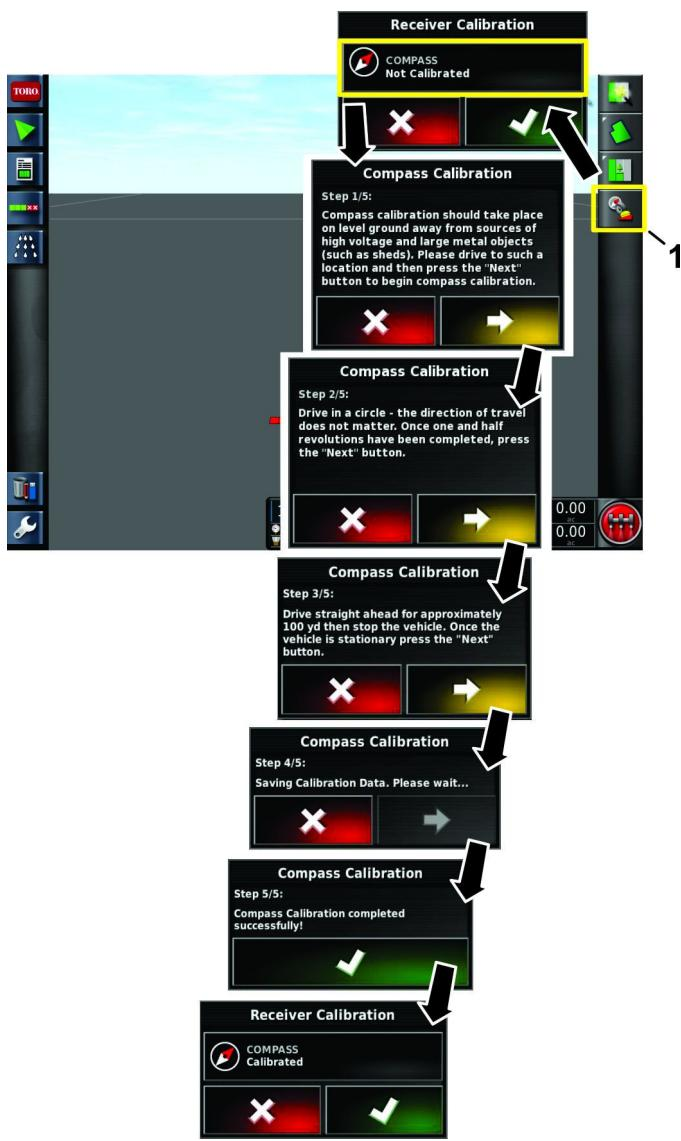

Figura 73
1. Selecione o ícone de Calibração do receptor (Figura 73).
2. Selecione o ícone da Bússola (Figura 73).
4. Pressione o ícone Seguinte (Figura 73).
6. Confirme a calibração (Figura 73).